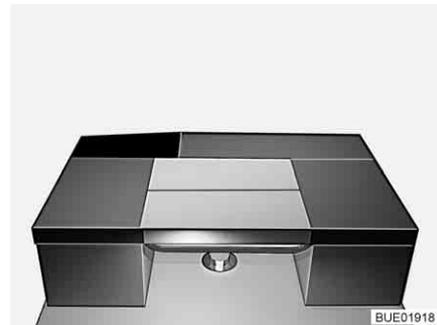

Fig. 124 Dopo la trasformazione
- Posizionare il cuscino dello schienale dei sedili trasversalmente sul tavolo (vedi Fig. 124).